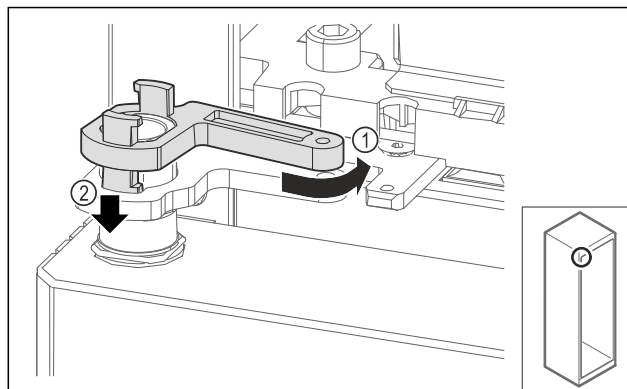

Fig. 71
- Kierrä laakerijalustan lukitusta hieman takaisin Fig. 71 (1), paina alaspäin Fig. 71 (2) ja lukitse saranakulmaan.